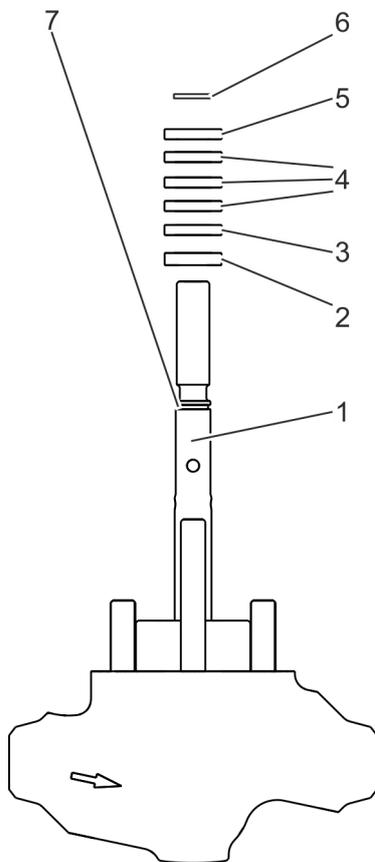

Abb. 51: Packung montieren (Anzahl der Packungsringe variiert)
50. Grundring (Abb. 51/2) auf die Spindel (Abb. 51/1) aufstecken.
51. Falls Kammerungsring (Abb. 51/3) mit Blechkappe verwendet wird, Kammerungsring (Abb. 51/3) mit zum Grundring (Abb. 51/2) ausgerichteter Blechkappe auf die Spindel (Abb. 51/1) aufstecken.
Packungsringe (Abb. 51/4) auf die Spindel aufstecken.
53. Falls Kammerungsring (Abb. 51/5) mit Blechkappe verwendet wird, Kammerungsring (Abb. 51/5) mit zum O-Ring (Abb. 51/6) ausgerichteter Blechkappe auf die Spindel aufstecken.
54. O-Ring (Abb. 51/6) auf die Spindel aufstecken und bis in die vorgesehene Nut (Abb. 51/7) schieben.